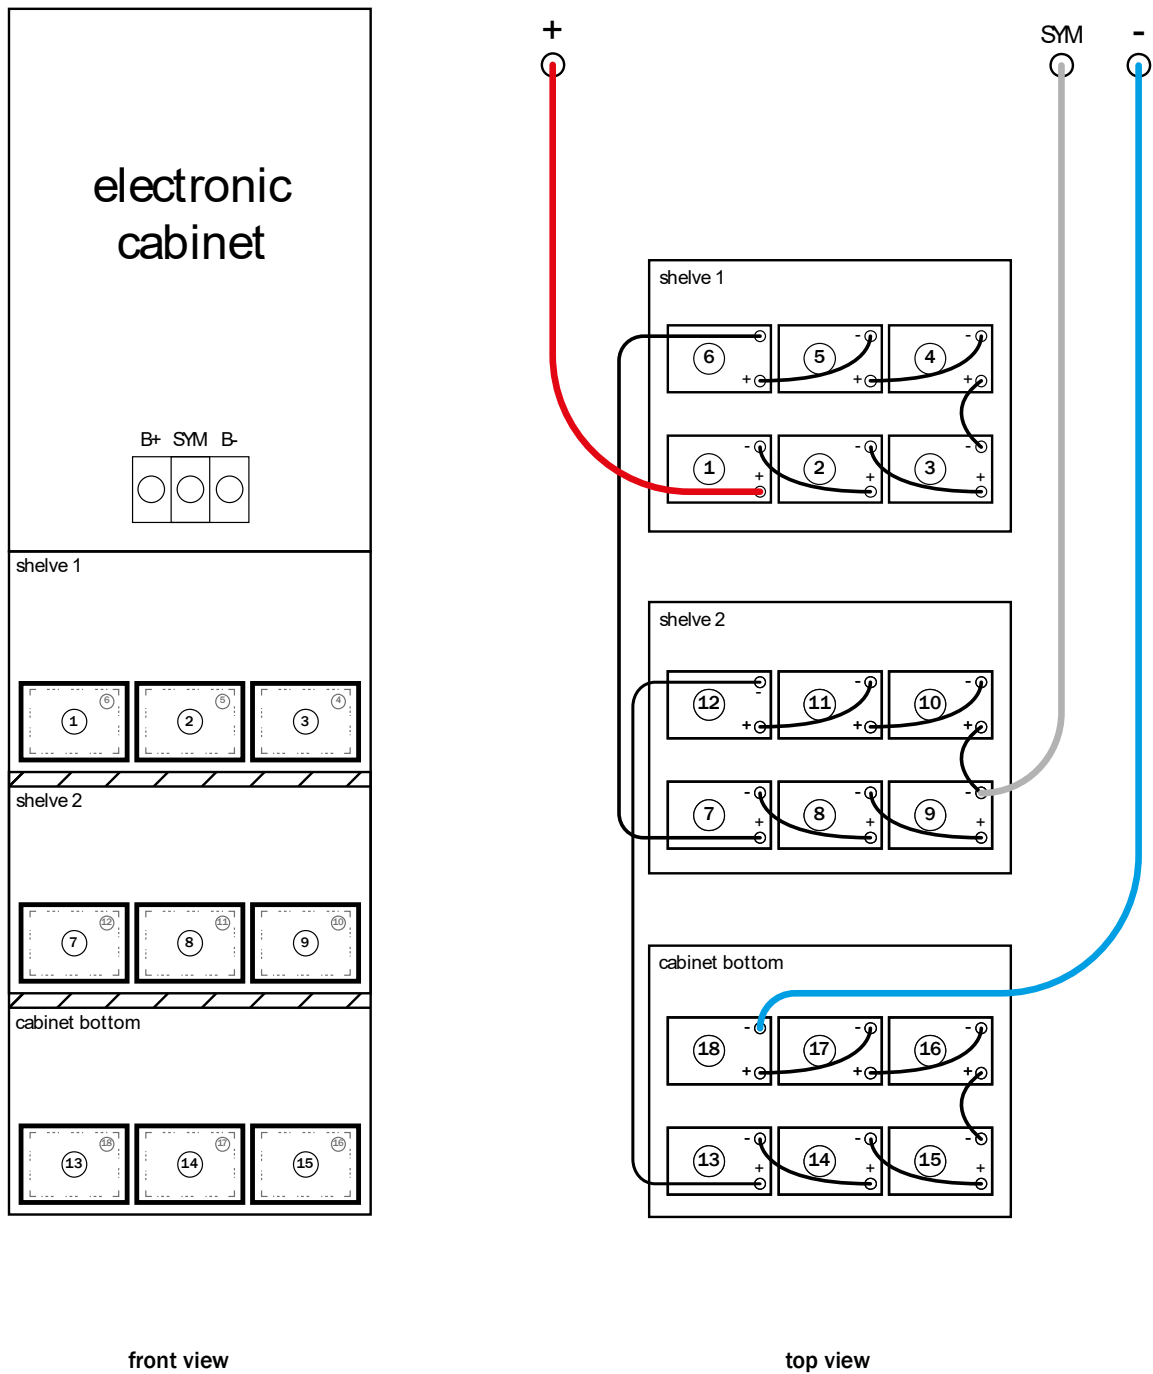

Abb. 17: Batterieanschluss für OGiV 12120
5. Bootvorgang abwarten. Nach Einschalten des Systems ertönt ein akustisches Signal und die Systemsteuerung fährt hoch (sog. Bootvorgang). Dieser Vorgang kann mehrere Minuten dauern. Während des Bootvorgangs bzw. danach sollte die Anzeige im LCD-Display (siehe Abb. 17) wie folgt aussehen:
6. Batteriespannung überprüfen. Überprüfen Sie die Batteriespannung anhand der Statusanzeige im LCD-Display. Sie sollte zwischen 192V und 250V betragen (Abb. 17, rechtes Bild, Pfeil).
7. Betriebsartenwahlschalter auf „Betriebsbereit“. Schalten Sie den Betriebsartenwahlschalter (1) auf „Betriebsbereit“ (Position „1“). Hierdurch werden die Stromkreise eingeschaltet (Werkseinstellung: Dauerschaltung).